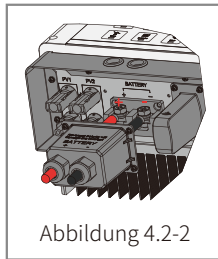

Abbildung 4.2-2
- **PV-Eingangsanschluss:** Überprüfen Sie die Verbindung zwischen dem EM-Wechselrichter und den PV-Modulen: Die Polaritäten (+/-) dürfen nicht vertauscht werden (siehe Abbildung 4.2-2).